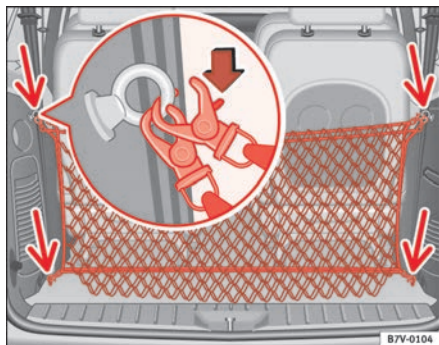

Abb. 116 Netztrennwand in eingebautem Zustand
- Zum Ausbauen der Netztrennwand hängen Sie die sechs Befestigungshaken ⇒ Abb. 116 (Pfeile) aus.